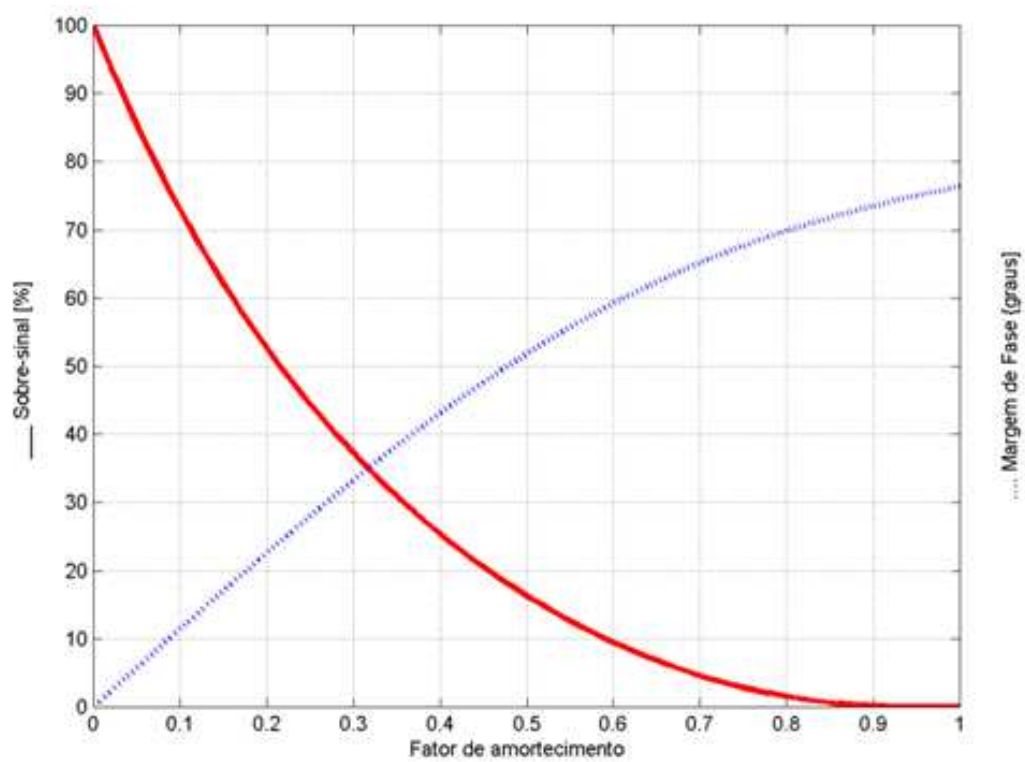

Figura 1: Relação entre coeficiente de amortecimento ξ , margem de fase Φ_M e sobressinal M_P
9. Utilizando o gráfico apresentado na última página desta tarefa (Figura 1) e o máximo sobre sinal desejado M_P^* , encontre o coeficiente de amortecimento desejado ξ^* e a margem de fase desejada Φ_M^*